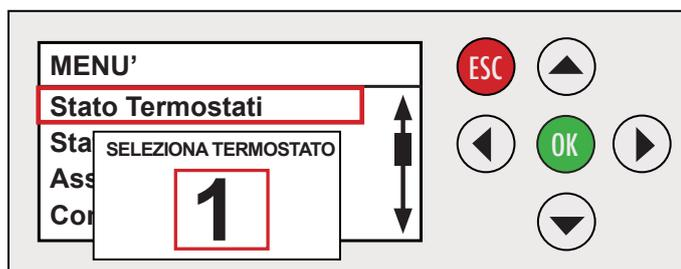

Fig.152
- 4.1 Entrare nel menù e selezionare **Stato Termostati**, tramite i tasti a freccia **▲** **▼** selezionare il numero di cronotermostato e premere **OK**.(Fig.152)